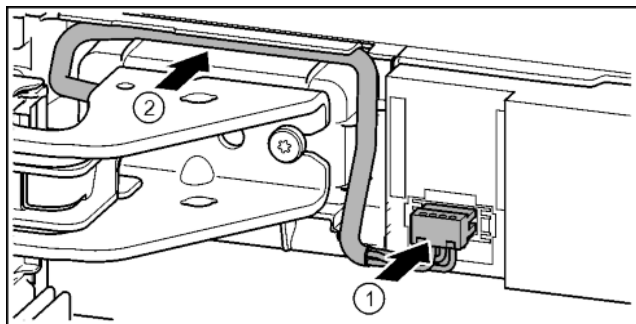

Fig. 42
- ▶ Зафіксуйте штекер над верхнім опорним кронштейном та обережно покладіть жили кабелю в канал. Fig. 42 (1)
- ▶ Обережно розташуйте сірий кабель в направляючій над верхнім опорним кронштейном. Fig. 42 (2)